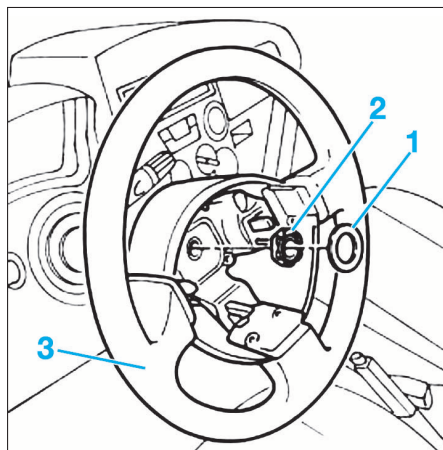

FIG. 1
- Déposer la protection (1) (Fig.1).
- Déposer l'écrou de fixation (2) du volant de direction.
- Déposer le volant (3) en le déboîtant. Veiller à ne pas endommager le câblage de l'airbag ainsi que celui de l'avertisseur sonore.